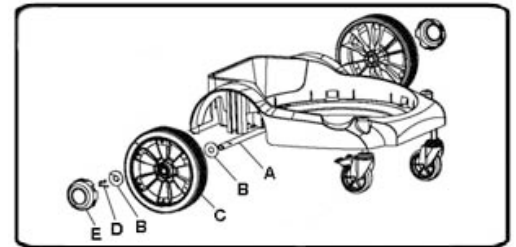

Figure 4
- 2) Installez les deux grandes roues à la base. Commencez en insérant la tige des roues (A) Fig.4 à l'intérieur du support à l'arrière de la base, glissez une rondelle (B) sur la tige, ensuite glissez une roue (C) sur la tige, ensuite une autre rondelle (B). Insérez une goupille fendue (D) dans le trou au bout de la tige. Installez le moyeu (E) au centre de la roue. Répétez ces étapes pour la deuxième roue.